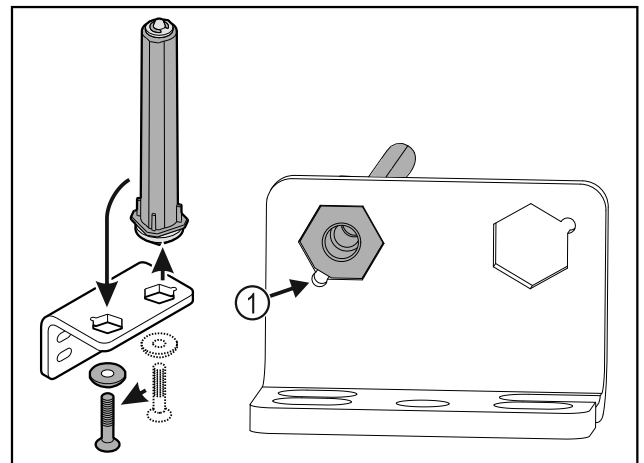

Fig. 40
- Let erop dat bij het plaatsen de boutafschuiving Fig. 40 (1) naar het ronde gat wijst.